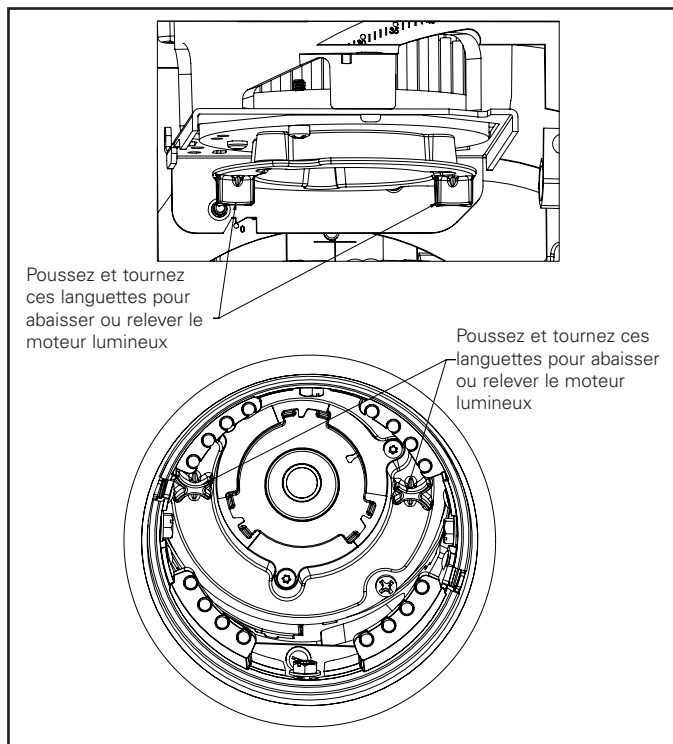

Figure 18.
4. Pour abaisser la position, poussez doucement le moteur lumineux vers le haut à l'aide des languettes de support de la DEL, puis tournez-le dans le sens contraire des aiguilles d'une montre jusqu'à ce que vous sentiez qu'il est verrouillé en position (Figure 18).